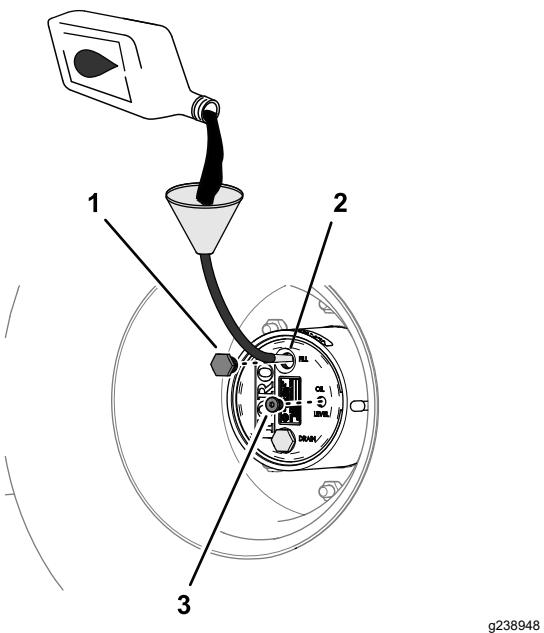

Bild 86
4. Wenn der Ölstand niedrig ist, entfernen Sie die Füllschraube und füllen Sie Öl der angegebenen Sorte ein, bis es aus dem Loch der Prüfschraube ausläuft (Bild 86), siehe Schmiermittelspezifikation für Planetengetriebe (Seite 70).
6. Setzen Sie die Füllschraube und die Prüfschraube ein (Bild 86).
1. Füllen Sie langsam das angegebene Getriebeöl in die Füllöffnung ein, siehe Bild 86 in Prüfen des Ölstands im Planetengetriebe \(Seite 70\).
3. Setzen Sie die Füllschraube und die Ölstandsschraube ein, siehe Bild 86 in Prüfen des Ölstands im Planetengetriebe \(Seite 70\).